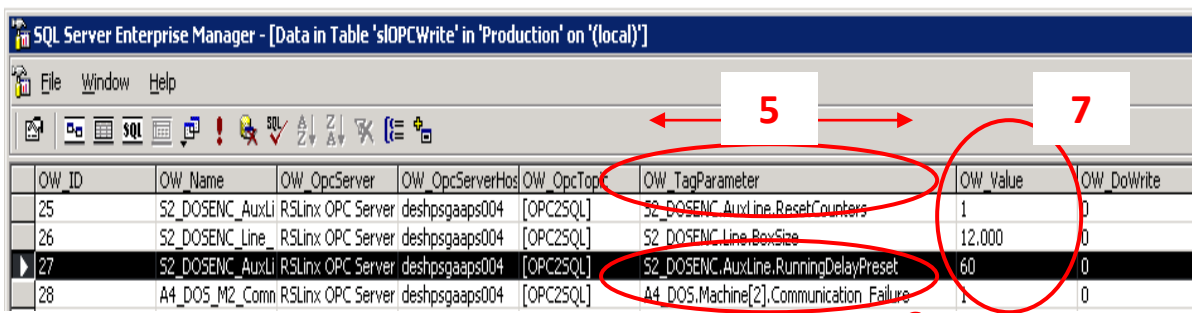

Imagen 69
5. - En la siguiente ventana (Imagen 69) que nos aparecerá; nos centraremos en la columna **OWTagParameter**. **NOTA:** Se recomienda ensanchar la celda para visualizar toda la información.